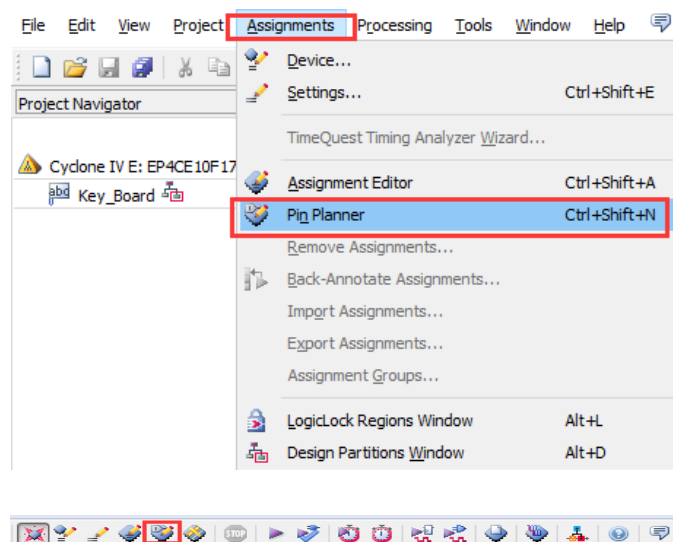

图 1.1-16 进入引脚分配界面选项
1、如图 1.1-16 所示，在菜单 Assignments 中选择 Pin Planner，也可以直接点击面板上引脚分配的图标；